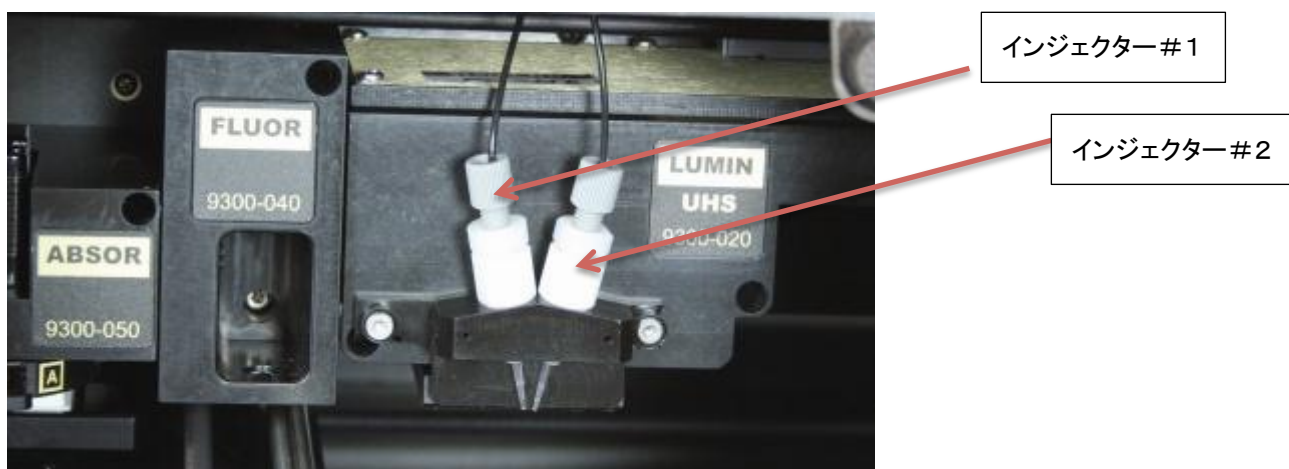

図 1
- 3) オプティカルヘッド前面に接続されているチップホルダーからインジェクターを取り外す(図 1)
- 6) 図 1 の様にチップホルダーに Injector Tip Assembly を戻して完了となります。